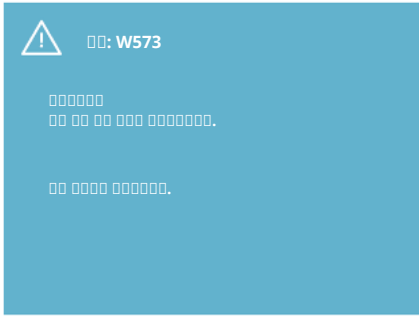

Fig. 30: 경고
- 모듈 팬을 떼어내고 케이블을 고무 씬과 함께 모듈 하단에서 분리하십시오(Fig. 30).